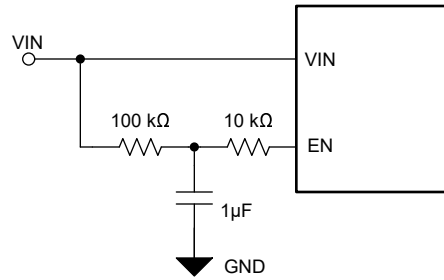
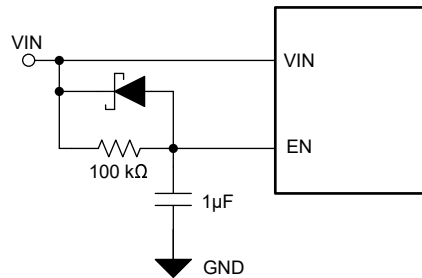

图 2-5. 使用 RC 滤波器和串联电阻的 EN 引脚延迟
图 2-6. 使用 RC 滤波器和肖特基二极管的 EN 引脚延迟
2. 如果应用依赖的器件需通过 VIN 启用，则需要使用 RC 滤波器在 VIN 和 EN 引脚之间添加延迟。这样可确保器件在启用之前有足够的时间初始化内部电路，然后才开始调节输出。100kΩ 和 1μF RC 滤波器可在 VIN 和 EN 引脚之间提供必要的延迟，用于器件初始化。可通过两种选项修改此原理图。一种选项使用串联电阻限制流入 EN 引脚的电流（图 2-5），另一种选项使用肖特基二极管钳制 EN 引脚（图 2-6）。使用肖特基二极管选项时，应选择小于 0.3V 的正向压降，这样器件才不会超过 EN 引脚的绝对最大额定值。